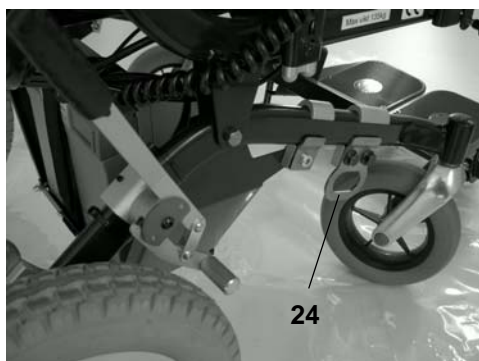

bild 11
Bild 11 och 12 visar lämpliga punkter för montering av dessa fästen (24).